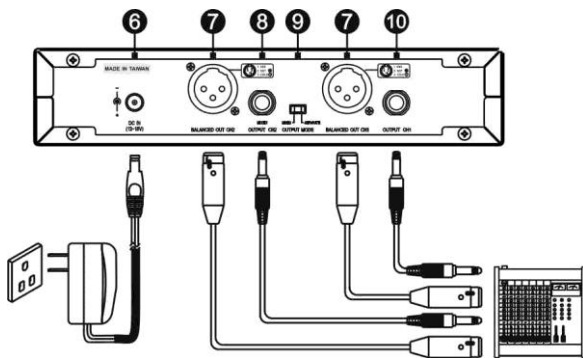
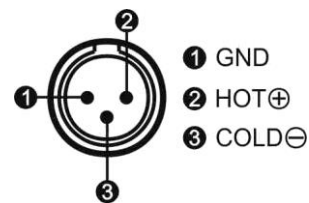

Bild2 2
Bild 3
Antenneninstallation: Schließen Sie die Antennen an die Antennen- auf der Rückseite an. (Siehe Bild 2).
- (A) Jeder Analoge Audioausgang kann über ein XLR Kabel oder ein 6,3 mm Klinkenkabel zu einem Mischpult geführt werden., Bild 2.
- (B) Wird am Wahlschalter "MIXED" eingestellt, wird bei Mehrkanalempfängern CH I und CH II gemischt auf Ausgang CH II ausgegeben
- (C) Der XLR-Stecker hat folgende Pinbelegung: Bild 3.